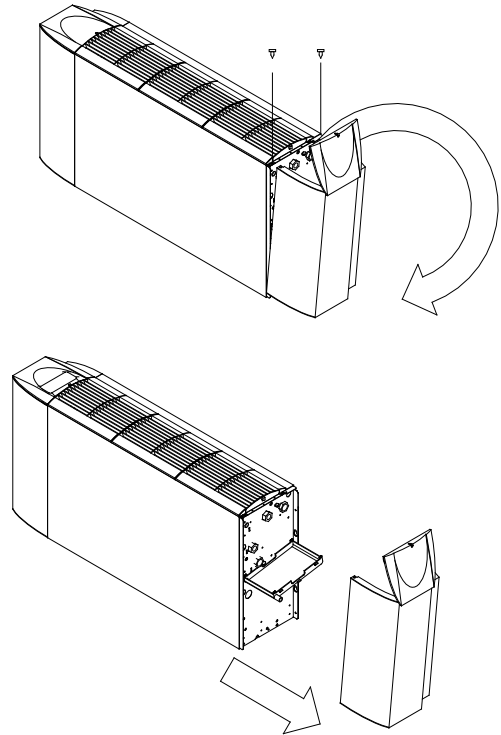

Fig. 4
*To remove plastic cover repeat following actions for each side, as showed in figure 4.*
Um das Plastikgehäuse an jeder Seite zu entfernen, unter Bezugnahme auf Abb. 4 wie folgend beschrieben vorgehen:
*Pour retirer les couvercles en plastique, répéter, pour chaque côté, les opérations suivantes, en se reportant à la figure 4 :*